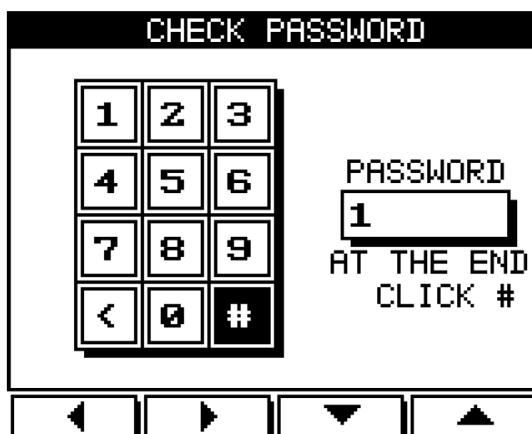

Рис. 4.3
- С помощью кнопок «F1», «F2», «F3», «F4» переместите курсор на кнопку # (рис. 4.3) и нажмите «Enter»: